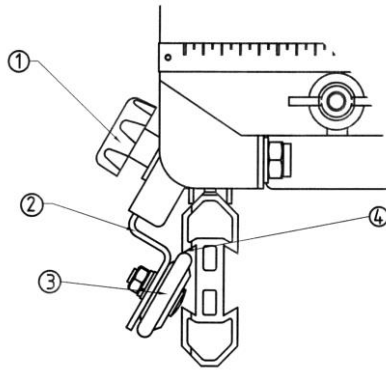

Figure 4 : Desserrage de l'anti-bascule
- Pour libérer le chariot de la machine, desserrez l'écrou papillon (1 sur figure 2) et remettez la pièce de blocage le long de la réglette puis resserrez l'écrou papillon. Desserrez le bouton (1 sur figure 4) de chaque côté du chariot, puis faites glisser les 2 pattes (2) dans leur position la plus basse. Vous pouvez alors retirer le chariot.